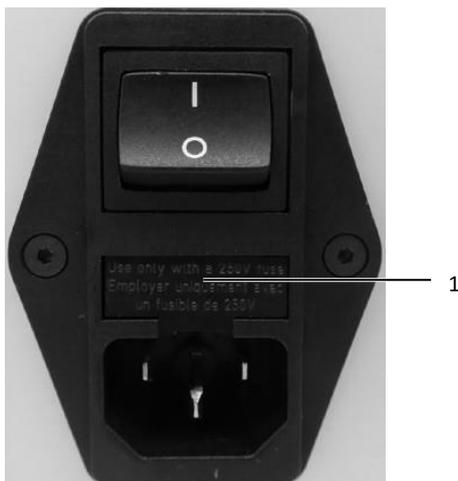

Fig. 15: Apertura del portafusibili
- Rimuovere il portafusibili (fig. 15, pos. 1), sollevandolo dall'unità filtro di rete utilizzando un cacciavite a taglio.